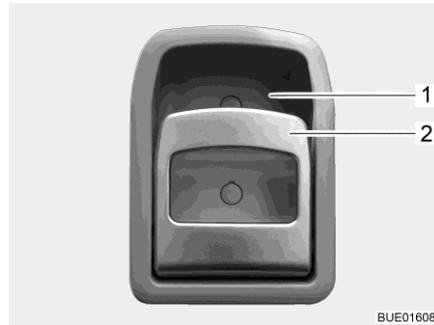

Fig. 36 Cerradura de la puerta (puerta de entrada en el interior)
- Abrir:** ■ Tirar del tirador (Fig. 36,2). Se desbloqueará o bien abrirá la cerradura de la puerta.
- Bloquear:** ■ Presionar la parte superior del tirador (Fig. 36,2) hacia el alojamiento del tirador (Fig. 36,1). Se bloqueará la cerradura de la puerta.